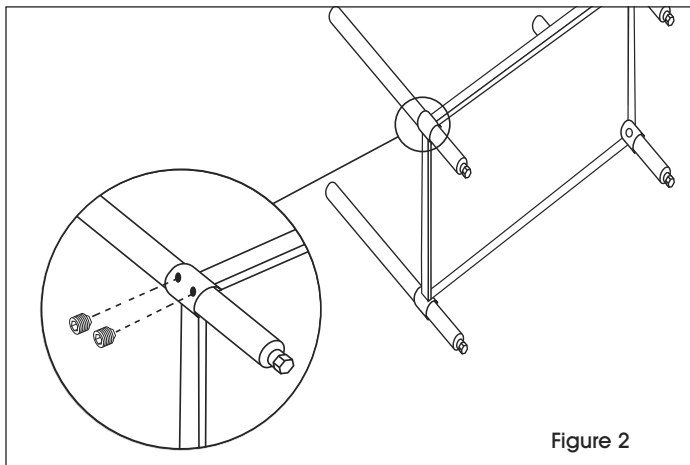

Figure 2
2. Secure legs to undershelf with set screws using 5/32" Allen wrench. (See Figure 2)
- Fixez les pieds à la tablette inférieure à l'aide des vis de réglage et de la clé Allen de 5/32 po. (Voir Figure 2)